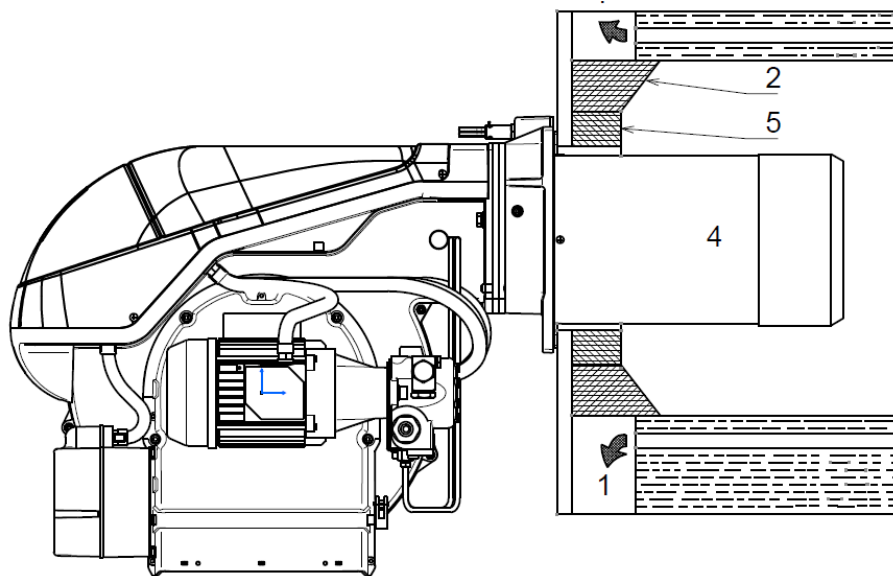

Fig. 6 Brännarrör
(Se Fig. 6)
- Sätt brännarepackningen på brännareröret (pos. 4, Fig. 6).